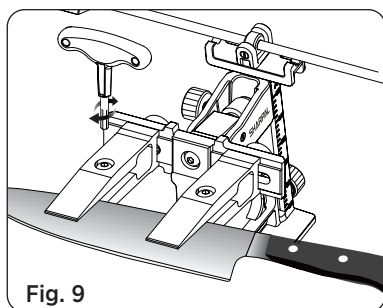

Fig. 9
3. Ajustez la position de la lame de manière à ce que la distance entre l'extrémité de chaque pince et le tranchant soit égale pour les deux pinces. Une fois la position de la lame correctement ajustée, serrez fermement les vis de fixation sur les deux pinces à l'aide de la clé. (Voir Fig. 9)